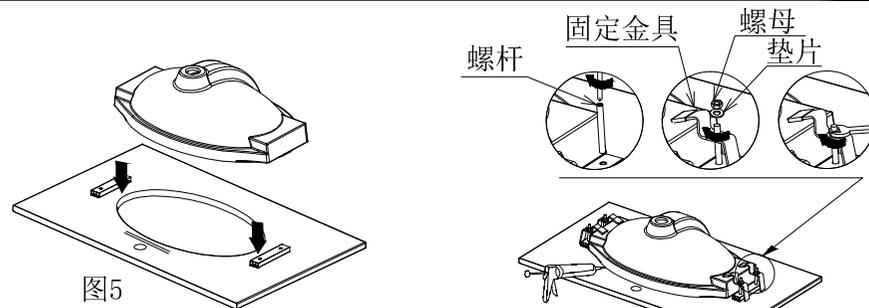

图5
②如图5，将台洗面盆倒扣在台面上。（注意：洗面器后沿应保持在两条限位线之间，且洗面器边缘与台面孔四周距离均匀，否则边缘可能露出，或与水嘴及柜体干涉）